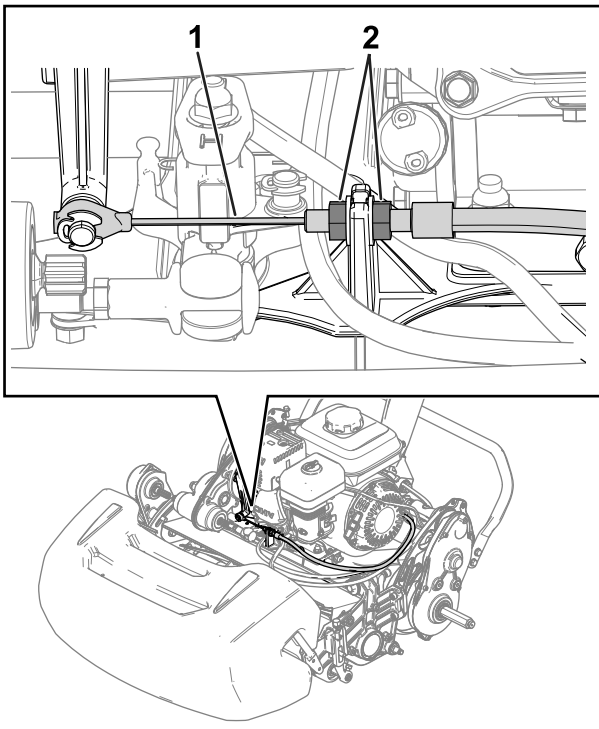
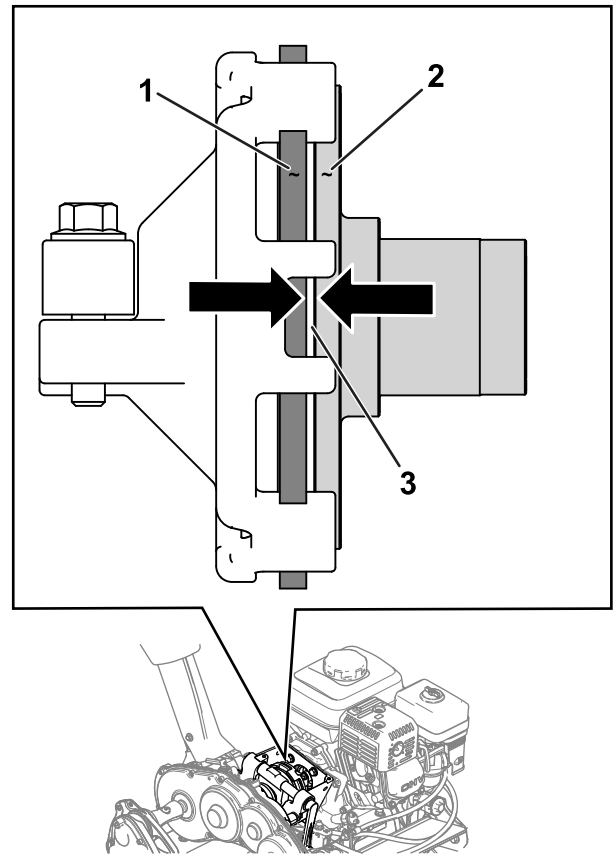

Figure 34
Figure 35
- Desserrez les écrous de blocage et réglez le câble de commande de déplacement afin d'obtenir un jeu de 1,1 mm entre le disque de friction et le plateau de pression (Figure 34 et Figure 35).